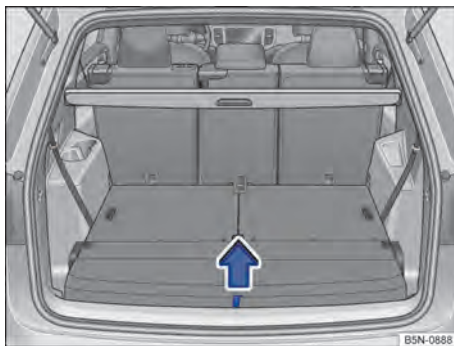

Fig. 190 En el maletero: levantar el piso del maletero.
- Tire del piso del maletero por el lazo → fig. 190 hacia arriba, en el sentido de la flecha, y extráigalo.